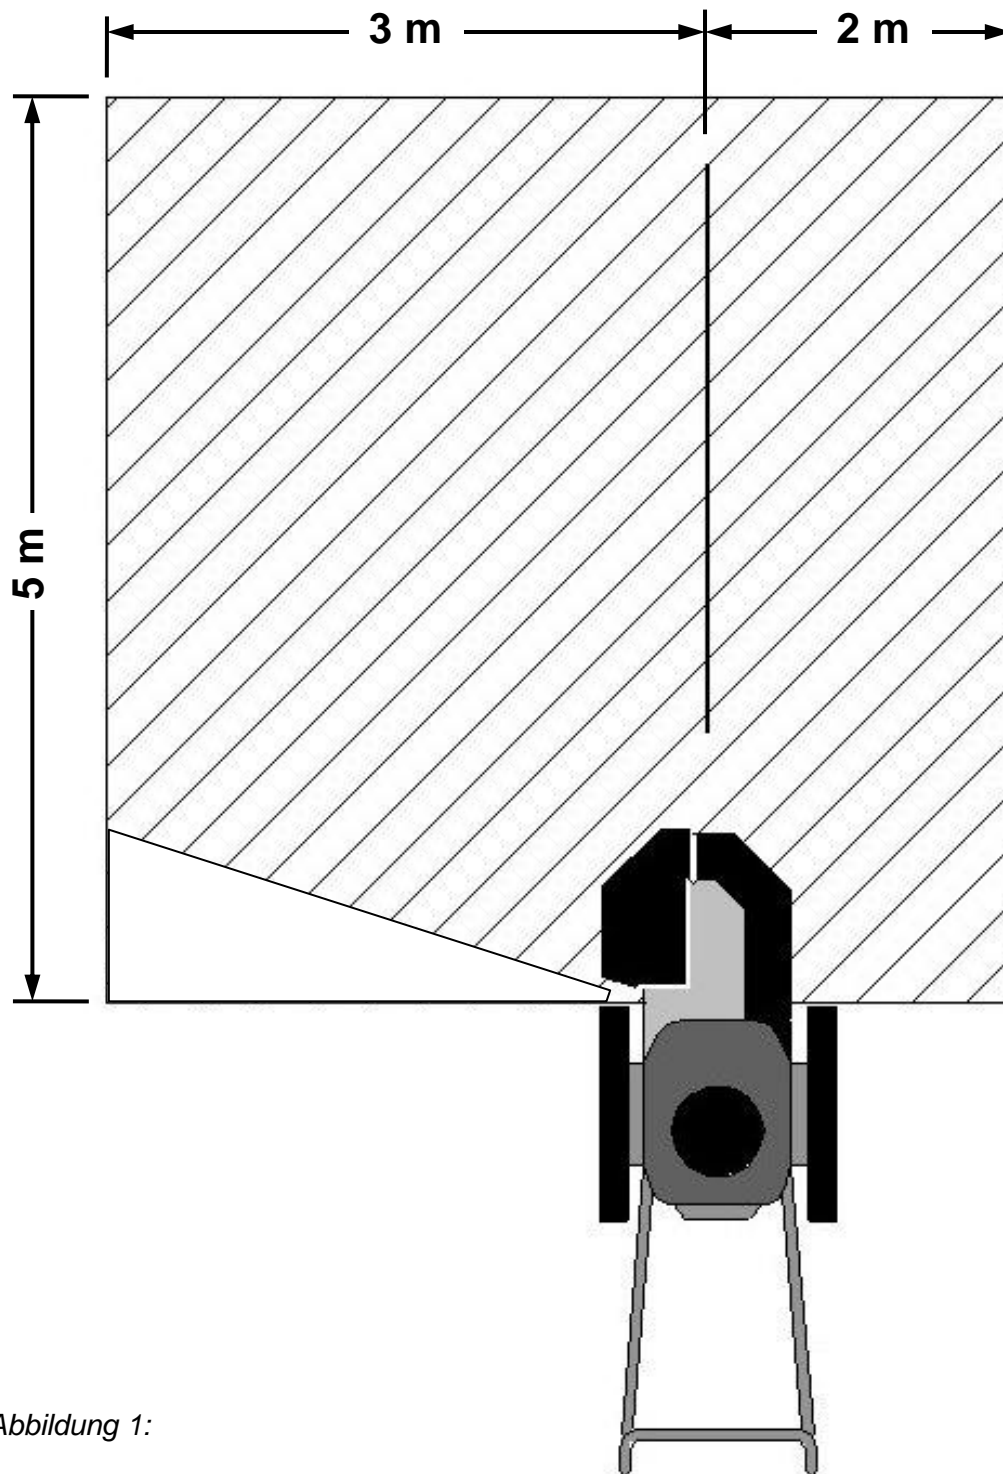

Abbildung 1:
In der Skizze (siehe Abbildung 1, auf der nächsten Seite) ist der Gefahrenbereich dargestellt:
- Stellen Sie sicher, dass sich keine Personen im Gefahrenbereich aufhalten (siehe Abbildung 1, Seite 10).